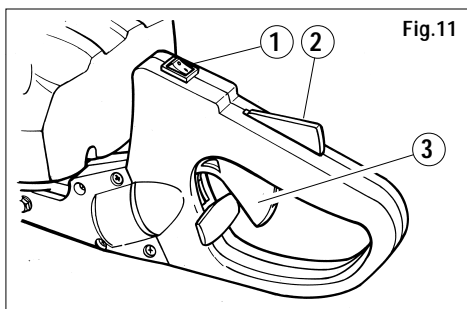

Fig. 11
- 2) Pulsar el interruptor de parada (fig. 11 part.1) en posición «ON».
acelerador (fig. 11 part. 2), liberando de este modo el movimiento de la palanca del acelerador (fig. 11 part. 3).
1) Para parar el motor, situar el interruptor (fig. 11 part. 1) en posición «OFF».